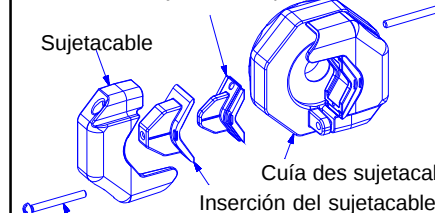

FIGURA 4
- *5. Deslizar la guía del sujetacable(5) con los sujetacables(6) (ver en la figura 4 las inserciones apropiadas) y una arandela aislante(7) sobre el cable. (Seleccionar la arandela aislante apropiada para el tamaño del cable).